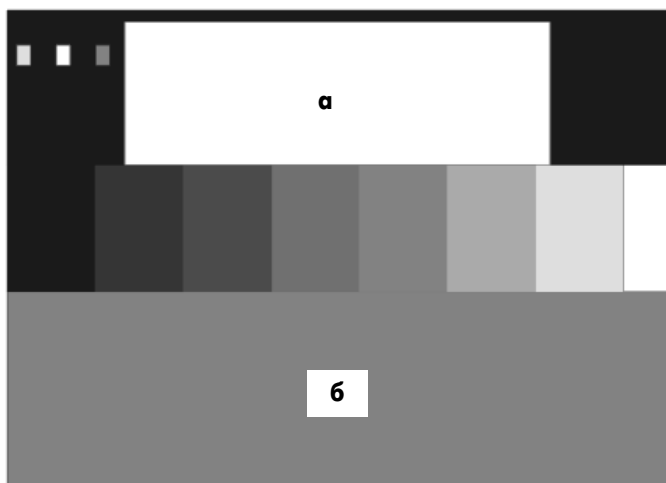

рис. 4
3. Подать на вход сигнал испытательной таблицы "Toshiba" (рис.4).
SBT $1,3 \pm 0,2$ FL для малой яркости (рис.4, участок б).
5. Отрегулировать RG и BG таким образом, чтобы уровни серого соответствовали приведенным на рис.4.
6. Используя анализатор CA100, установить значение параметра SCT 55FL для кинескопов с диагональю 20 или 21 дюйм и значение 65FL для кинескопов 14-16 дюймов при большой яркости (рис.4, участок а).